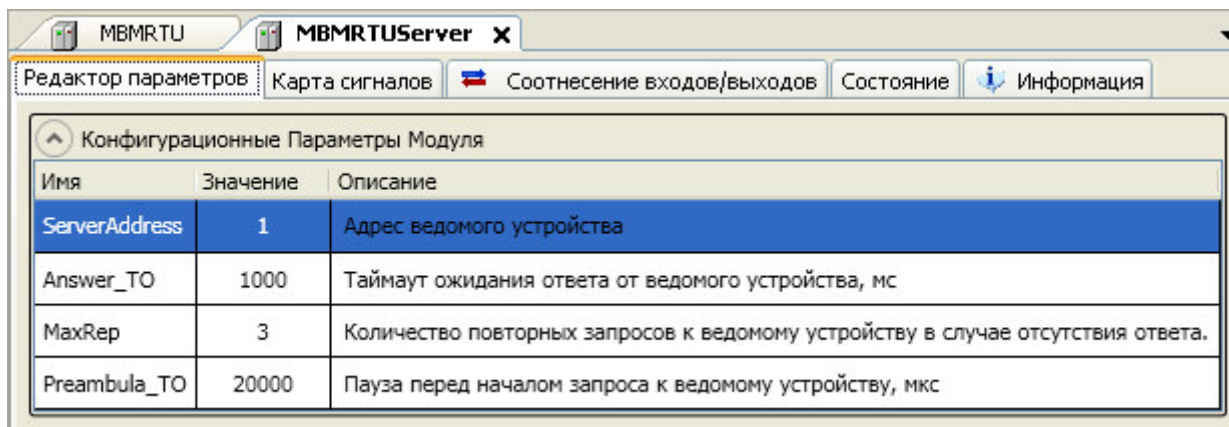

Рисунок 3.26 – Модуль MBMRTU Server (Slave). Закладка *Редактор параметров*
- 2 Перейти на закладку *Редактор параметров* (рисунок 3.26).